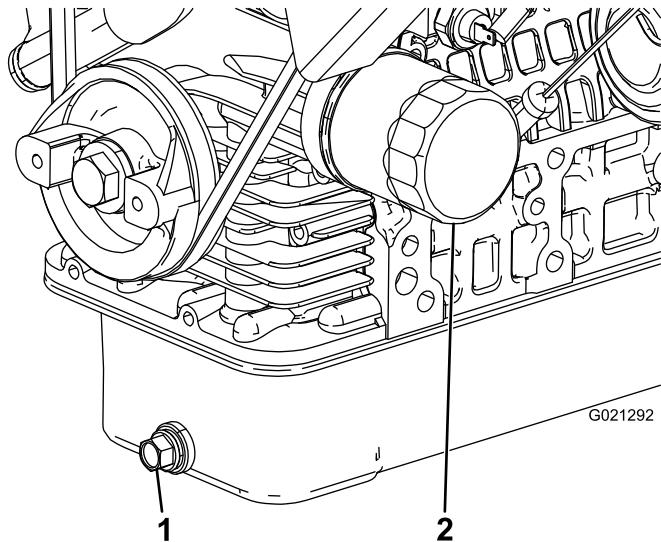

図 45
2. ドレンプラグを外してオイルを容器に受ける(図 45)。
4. オイルフィルタを外す図 45。